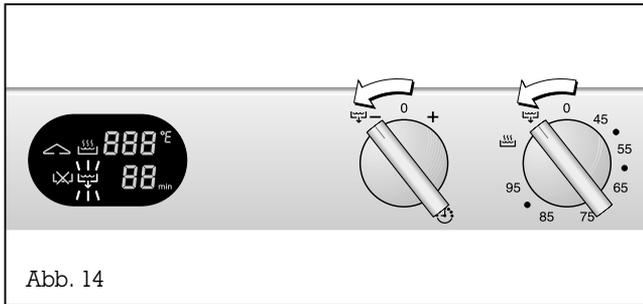

Abb. 14
- Drehen Sie den Bedienelement „Kurzzeit“ nach links auf die Position und halten Sie den Bedienelement in dieser Position (Abb. 14).